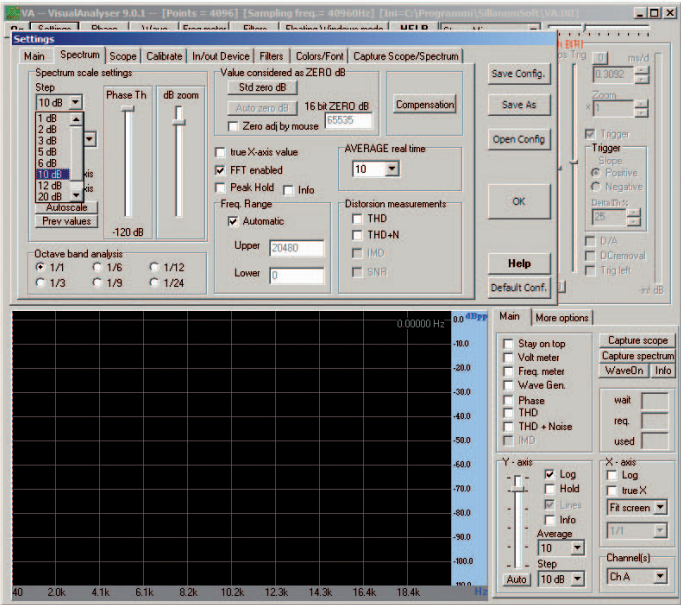

Figure 39 : Dans cette fenêtre on a tous les paramètres vous permettant de configurer l'analyseur de spectre.
Dans la fenêtre qui s'ouvre ensuite, cliquez sur la touche **Spectrum** et la fenêtre de figure 39 s'ouvre. Dans cette fenêtre on a tous les paramètres vous permettant de **configurer** l'analyseur de spectre.
Quand s'ouvre cette fenêtre, une série de valeurs, comme l'indique la figure 39, apparaît, à l'intérieur de laquelle le pas de l'échelle de l'axe **vertical (Y)** du spectre peut être modifié finement d'un minimum de **1 dB** jusqu'à un maximum de **24 dB**.